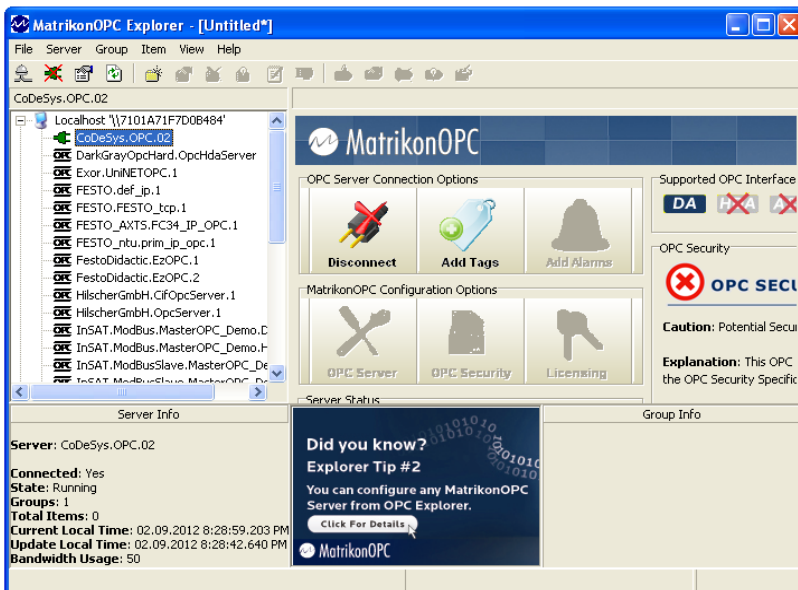
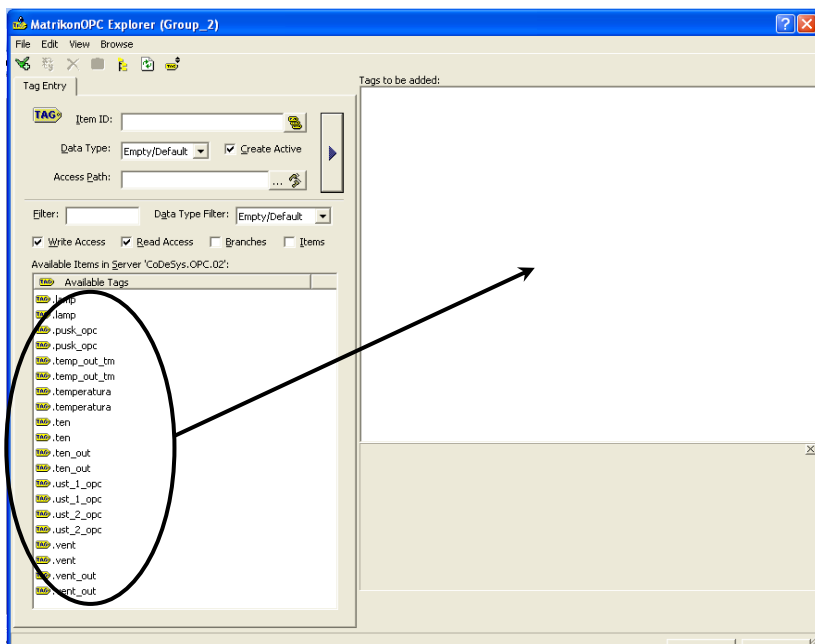
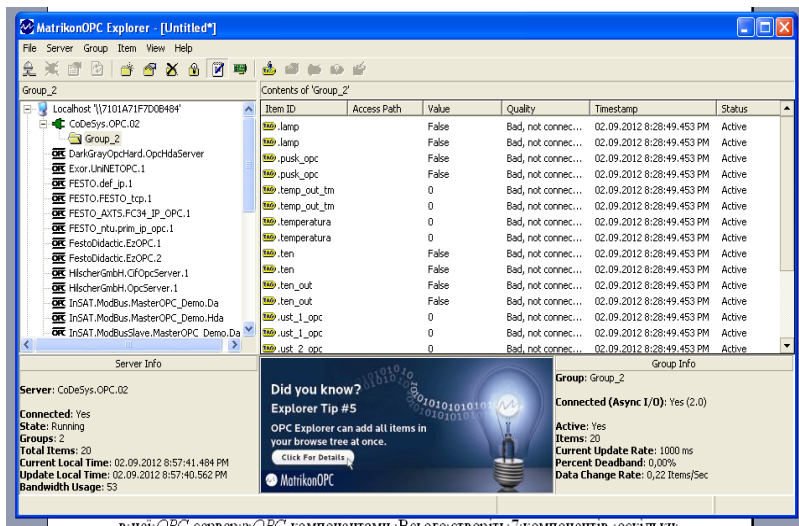

Рисунок 1.8 – Початкове вікно OPC-клієнта *Matrikon OPC Explorer*
Рисунок 1.9 – Вікно для редагування групи тегів OPC-клієнта
Рисунок 1.10 – Робоче вікно OPC-клієнта
ярику на робочому столі , або використовуючи відповідну команду в меню *Пуск/ВсеПрограммы/...*, або запустивши файл *OPCExplorer.exe*, який знаходиться в директорії зі шляхом *C:\Program Files\Matrikon\OPC\Explorer\\*.\**. Після цього в меню *File* натисніть лівою кнопкою миші на команду *New Session*, надайте ім'я проекту (*lr\_1\_name.xml*) та запам'ятайте його. Початкове вікно клієнта буде наступним (рис. 1.8).
2) В дереві доступних серверів, яке знаходиться зліва, виберіть потрібний сервер – це *CoDeSysOPC.exe*. Далі для підключення клієнта до сервера натисніть на кнопку *Connect*, яка знаходиться в правій частині вікна (див. рис. 1.8). В результаті з'єднання з сервером активується наступна кнопка – *Add Tags*, після натиснення на неї відкриється вікно (рис.1.9) для створення групи та додавання тегів вибраного сервера. В робочому полі внизу та зліва від цього вікна показані доступні *Items* вибраного сервера. Додати теги до групи можна за допомогою контекстного меню, яке активується правою кнопкою миші, але коли її покажчик знаходиться в полі доступних тегів.
та запису. Це залежить від позначок в відповідних полях. Закрийте вікно редагування тегів у групі. Для цього натисніть на команду *Close* в меню *File* або на перший ярлик у рядку інструментів (див. рис. 1.9).
В результаті основне вікно, яке зображене на рис.1.8, буде поновлено, але в полі справа з'являться теги, які були налаштовані для обміну. Зовнішній вигляд основного вікна буде наступним (рис.1.10).